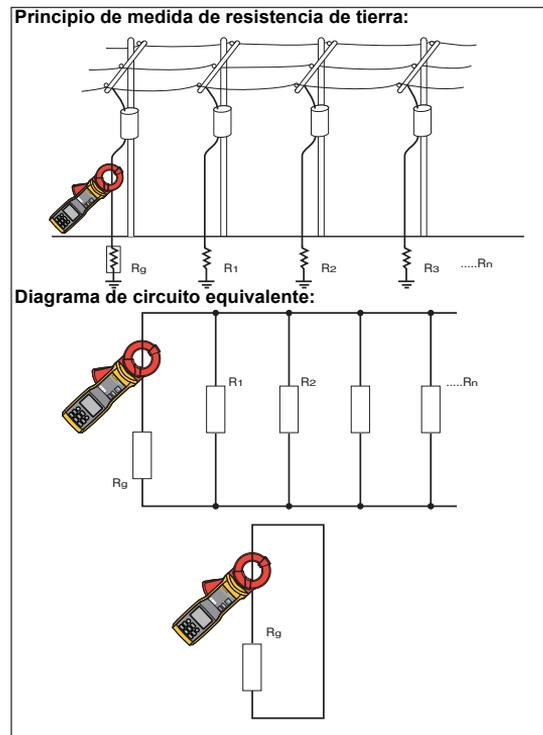

Figura 8. Principios de medición de resistencia de tierra
5. Lea el valor de R_g (resistencia de tierra) en la pantalla. La Figura 8 ilustra los principios de medida de resistencia de tierra.